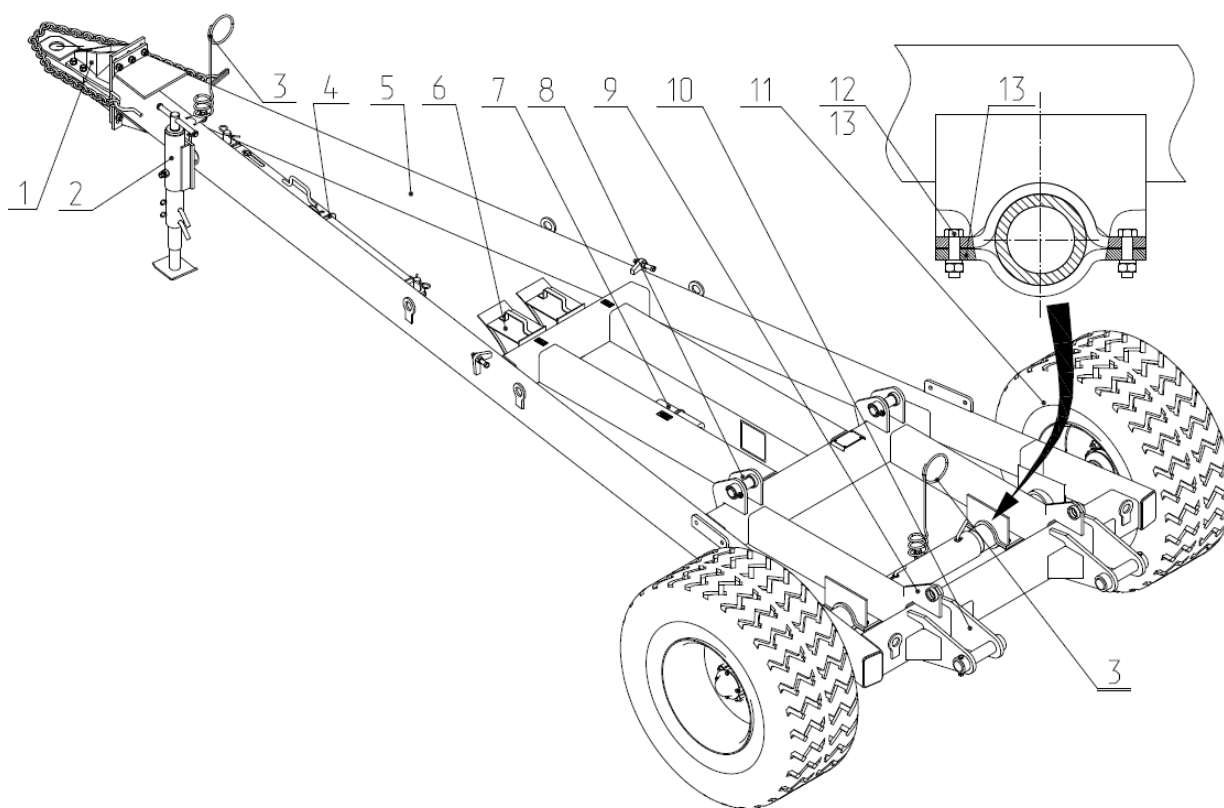
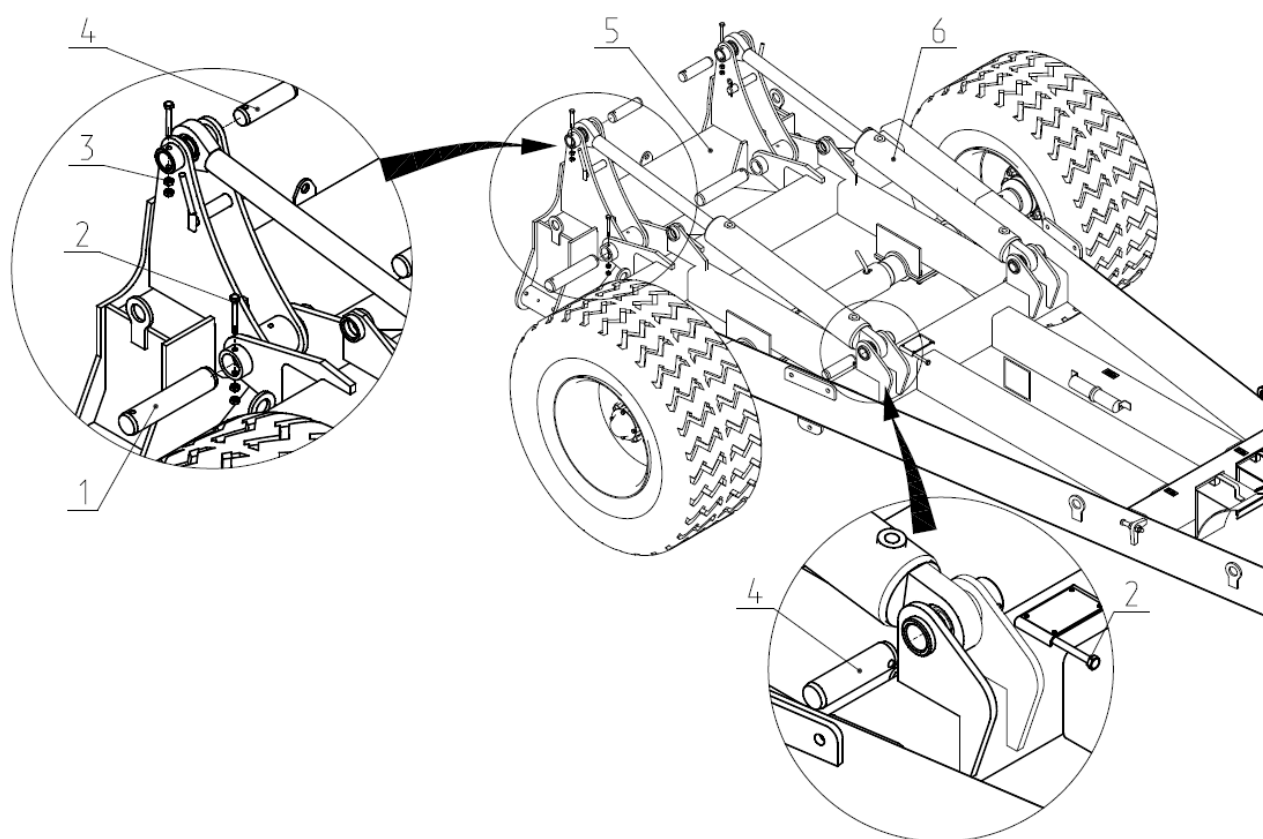

Рис.4 Сница в сборе КБП12 01.080
Рис.5 Закрепление центральной балки на снице.
2.3 Сница в сборе (рис.4) предназначена для присоединения культиватора к трактору и состоит из цельносваренной самой сницы 5. К снице спереди закреплен регулируемый по высоте кронштейн 1 с прицепной серьгой. На раме сницы установлены стояночная опора 2, блокировочная распорка 4, противооткатные башмаки 6, пенал с документацией 7. В посадочных седлах сницы установлен колесный мост 11 и закреплен прижимами 14. На раме сницы приварены кронштейны 8 для установки гидроцилиндров. Кронштейн 9 служит для блокировки культиватора в транспортном положении. Кронштейн 10 служит для шарнирного закрепления на снице центральной балки 5 (рис.5) культиватора.